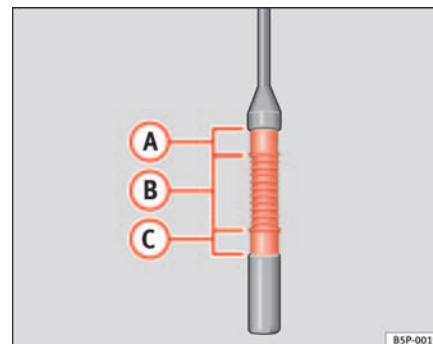

Fig. 160 Varilla de medición del nivel de aceite.
- Vuelva a extraer la varilla de medición y compruebe el nivel de aceite que indica el extremo inferior de la varilla de medición ⇒ página 225, fig. 160.
Si el nivel se encuentra en la zona ⇒ página 225, fig. 160 **(A)**, no se debe añadir aceite.